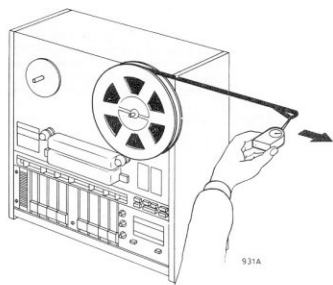
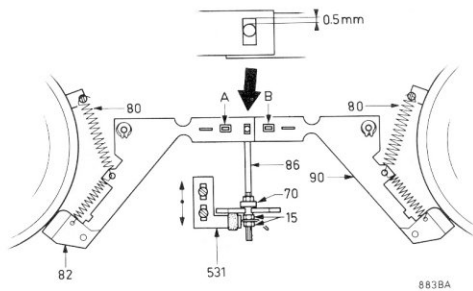

Fig. 16
Fig. 17
Remmagneet en remmen (zie fig. 17)
- Controleer de remkracht van linker en rechter spoelshot zoals aangegeven in fig. 16: deze kracht moet ca. 1000 gr/cm bedragen (recht v. straal van opgewikkelde band). Instelling is mogelijk door de veren 80 in fig. 17 in te korten of uit te rekken.